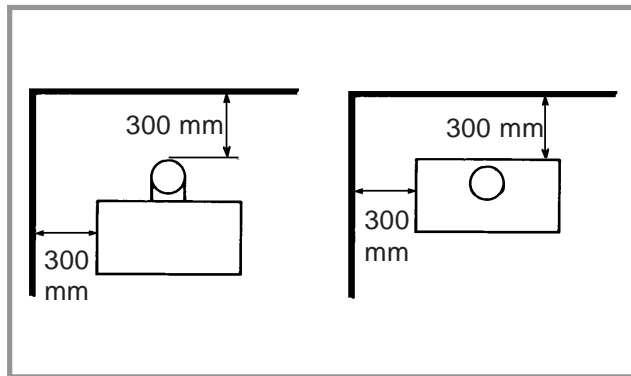

Figure 2 - Dégagements minimum d'installation
**Faire bien attention de respecter les dégagements d'installation (fig. 2)**